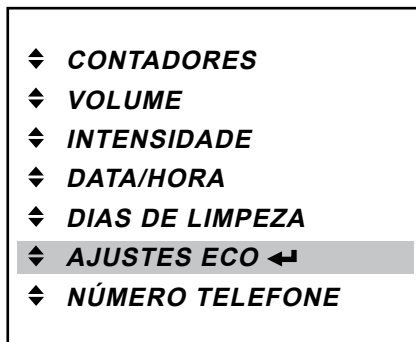

Fig. 43
- Prima a tecla Enter ← para acessar o submenu «ECO FIM». (Fig. 43)